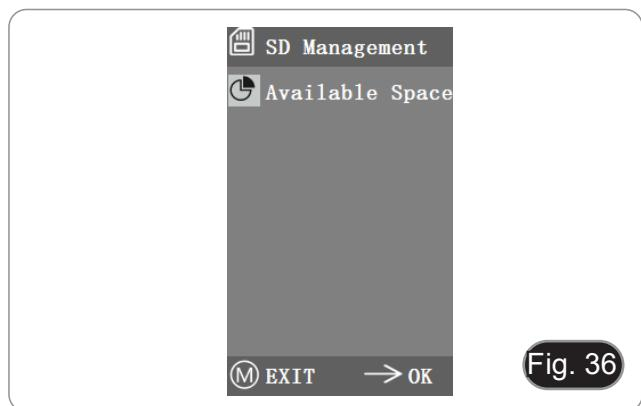

Fig. 36
1. Nach dem Einlegen der SD-Karte werden der verbleibende Speicherplatz und der Gesamtspeicherplatz der SD-Karte unter "Available Space"" angezeigt. (Fig. 36)